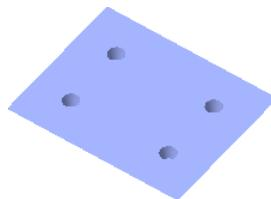

图 22.27 合并结果
Step7. 参照 Step7 创建其余合并曲面, 完成如图 22.27 所示。